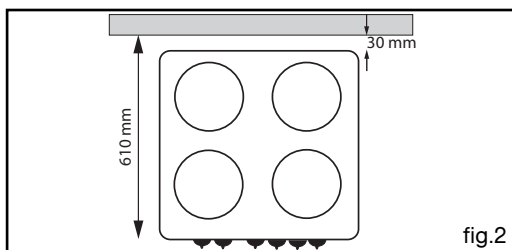

fig.2
- Cote de profondeur d'encastrement entre le mur à l'arrière et l'avant de l'appareil : 610 mm (voir fig. 2, vue de dessus).
- Desserrez les vis du serre-câble (fig.2).
- Introduisez le câble d'alimentation par le côté du capot et dans le serre-câble situé à droite du bornier. (Reportez-vous au tableau de la page précédente pour le choix de la section du câble) (fig.2).